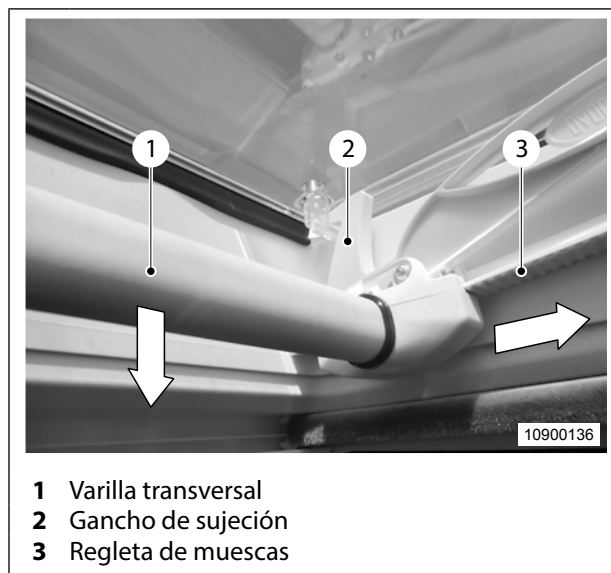

Fig. 17 Apertura/cierre de la claraboya
1. Agarrar el centro de la varilla transversal (Fig. 17, pos. 1) y tirar la misma hacia abajo.
2. Desplazar la claraboya con la varilla transversal (Fig. 17, pos. 1) tirada hacia abajo hasta que se haya alcanzado el ángulo de apertura deseado.
3. Soltar la varilla transversal (Fig. 17, pos. 1).
El mecanismo levantador encajará en la regleta de muescas (Fig. 17, pos. 3) y la claraboya permanecerá en el ángulo de apertura ajustado.
2. Usando la varilla transversal (Fig. 17, pos. 1) tirada hacia abajo, desplazar la claraboya en el sentido opuesto, hasta que esté completamente cerrada.
Al alcanzar la posición final, los ganchos de sujeción (Fig. 17, pos. 2) automáticamente bloquearán la claraboya.